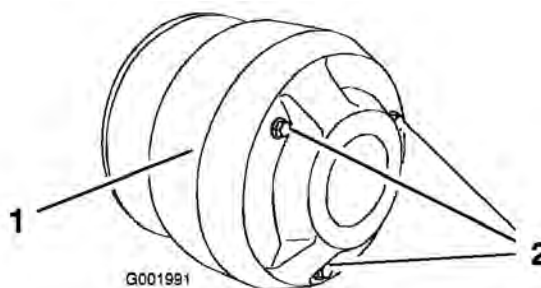

Bild 53
4. Entfernen Sie die drei Schrauben, mit denen die Abdeckung an der Kupplung befestigt ist und nehmen Sie die Abdeckung ab (Bild 53).